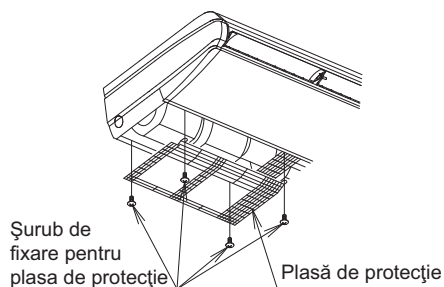
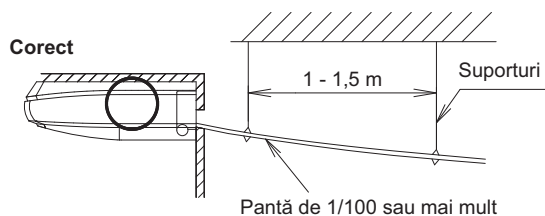
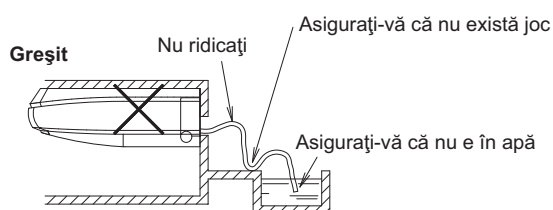

Fig. 22
Fig. 23
Fig. 24
- Când instalați tubulatura de golire pe partea din spate stânga, îndepărtați plasa de protecție. Apoi, scoateți capacul ștuțului de golire și materialul de izolație aplicat pe ștuțul de golire din partea stângă și aplicați-le pe ștuțul de golire din partea dreaptă. Când faceți acest lucru, introduceți complet capacul ștuțului de golire pentru a preveni scăpările de apă. După instalarea furtunului de golire (1) (accesoriu), fixați plasa de protecție în ordinea inversă a pașilor făcuți pentru demontarea acesteia. (Consultați Fig. 22)
- Selectați diametrul tubulaturii egal cu sau mai mare decât cel al furtunului de golire (1) (accesoriu) (tubulatură din policlorură de vinil, diametru nominal 20 mm, diametru exterior 26 mm).
- Instalați tubulatura de golire cât mai scurtă posibil, cu pantă descendentă de 1/100 sau mai mare pentru a evita stagnarea aerului. (Consultați Fig. 23 și Fig. 24) (Poate cauza sunete anormale precum un zgomot de tip gălgâit.)
- Instalați suporturile la distanțe de 1 până la 1,5 m, astfel încât tubulatura să nu se încovoie. (Consultați Fig. 23)